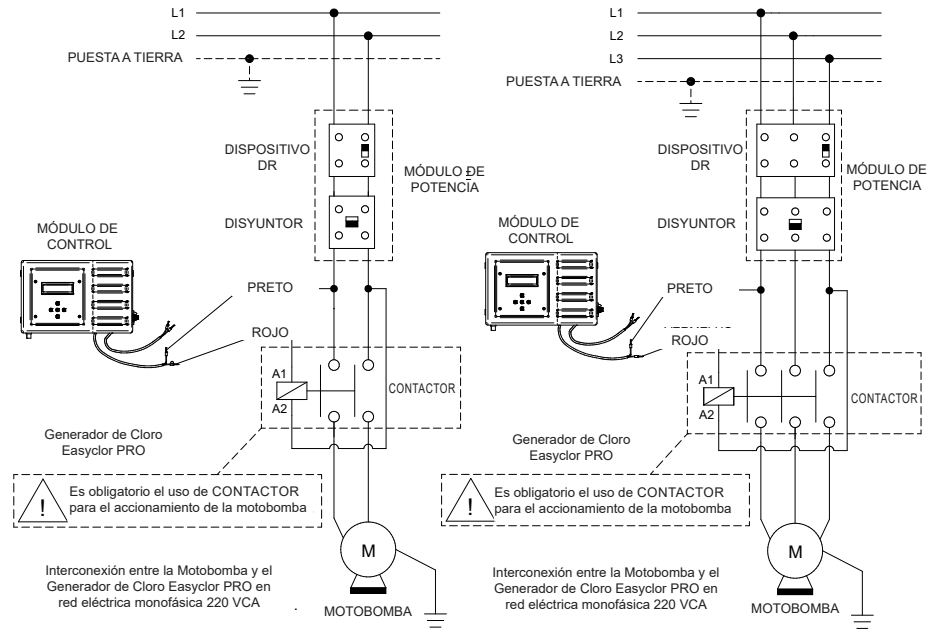

Figura 15
1. El Generador de Cloro **EASYCLOR PRO** dispone de un control interno para la motobomba y la bomba dosificadora, automatizando su piscina, asegurando ocio, comodidad y practicidad. Para instalar la motobomba controlada por el Generador de Cloro, identifique los cables **negro y rojo** con el anillo "A" en su módulo de control. El **cable negro** debe ser alimentado por una fase de la red eléctrica y el **cable rojo** debe ser conectado directamente al contactor de la motobomba, según como se muestra en el esquema de conexión de la figura 15. Para ejemplificar, el Generador de Cloro funciona como un interruptor, encendiendo y apagando el contactor de la motobomba en la hora deseada.